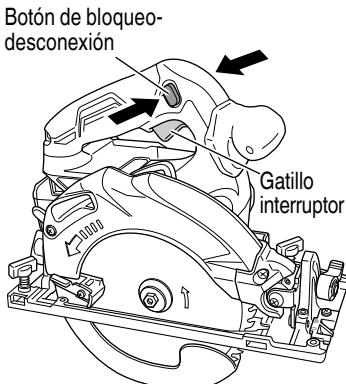

Fig. 20
3. Funcionamiento del interruptor (Fig. 20)
La carga de batería restante puede ser verificada presionando el interruptor para que el indicador luminoso de batería restante se ilumine en rojo. (Fig. 20)